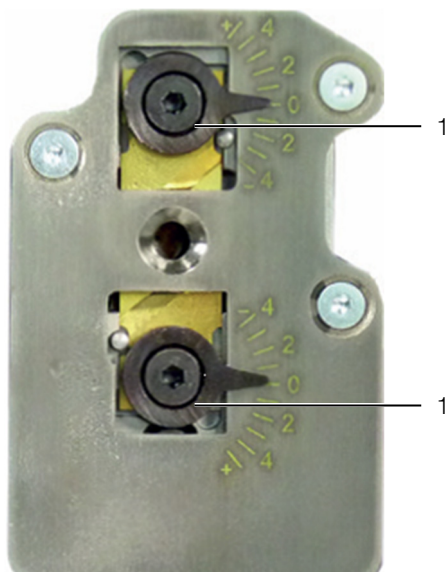

Imagen 13: Unidad pelacables
- Afloje ambos tornillos de las excéntricas (imagen 13, pos. 1) (llave hexagonal 2,5 mm).